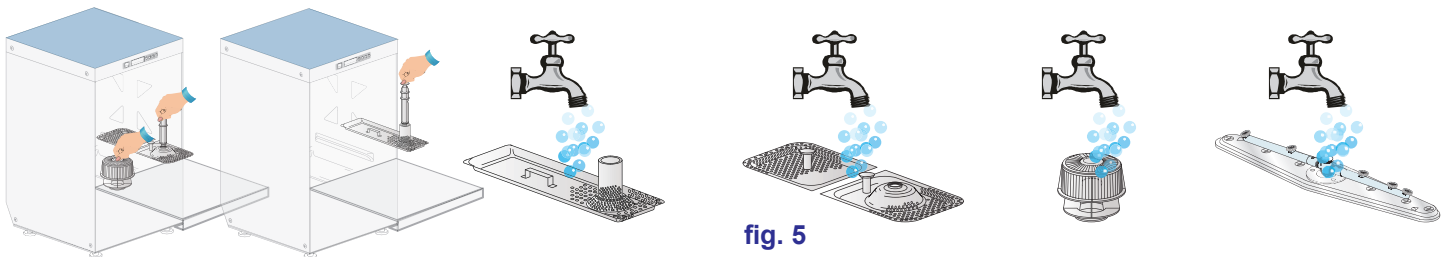

fig. 5
- Retirer le filtre de la pompe et le nettoyer avec une brosse sous l'eau courante (vedi fig. 5).
- Retirer les couronnes en agissant sur les vis de fixation, nettoyer soigneusement les gicleurs, les bras de lavage et les rincer sous l'eau courante (voir fig. 5).